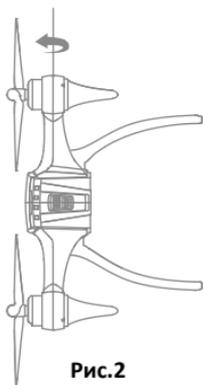

Рис.2
- Затем расположите дрон на боку вертикально, повернув его на 90 градусов (Рис.2) и медленно вращайте на 360 градусов по часовой стрелке до тех пор, пока индикаторы состояния не станут мигать зеленым.